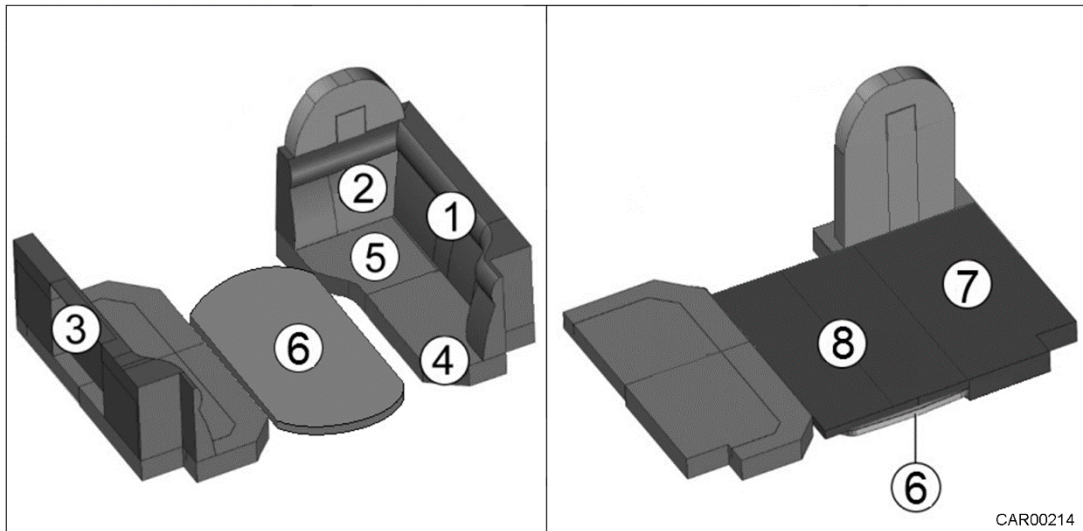

Fig. 63 Transformer les canapés en couchage pour la nuit
1. Enlever le coussin dossier (Fig. 63/1, 2 et 3) et le coussin d'assise (Fig. 63/4 et 5).
2. Tourner la table (Fig. 63/6) dans le sens de conduite et l'abaisser.
3. Mettre en place le premier coussin d'appoint (Fig. 63/7).
4. Placer le deuxième coussin d'appoint (Fig. 63/8) sur le premier (Fig. 63/7) et les rabattre.